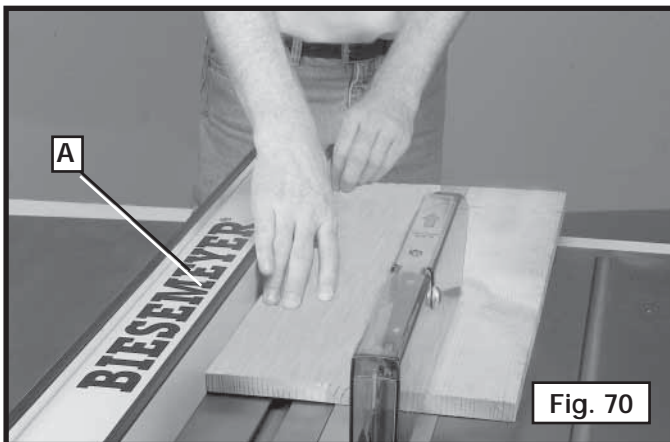

Fig. 70
Le sciage en long, (fig 70), est l'action de couper totalement une planche dans sa longueur. Le guide longitudinal (A) est utilisé pour positionner et guider l'ouvrage. L'un des bords de l'ouvrage vient s'appuyer contre le guide longitudinal tandis que le côté plat de la planche repose sur la table.
1. Avant de débiter le tronçonnage, lever la lame environ 3,2 mm (1/8 po) de plus que le dessus de l'ouvrage. Démarrer le moteur et avancer l'ouvrage en le tenant vers le bas, contre le guide. Ne jamais se mettre dans la trajectoire de la scie lors d'une opération de sciage en long. Lorsque la largeur de l'ouvrage pour le sciage sur le long est de 15,2 cm (6 po) ou plus, tenir l'ouvrage avec les deux mains et le guider le long du guide sous la lame de la scie (fig. 70). Au cours du sciage sur le long, la force doit toujours être appliquée entre la lame de la scie et le guide. Ne jamais tirer sur l'ouvrage à partir de l'arrière de la table de scie. L'ouvrage doit être alors guidé sous la lame de la scie avec la main droite. Utiliser seulement la main gauche pour guider l'ouvrage contre le guide. Retirer la main gauche de l'ouvrage à environ 30,5 cm (12 po) de l'avant de la lame. Ne pas guider l'ouvrage avec la main gauche. Maintenir une pression sur la pièce contre le guide et sur la table de la scie. S'assurer d'avoir un dispositif d'appui de sortie approprié pour la pièce. **TENIR LES MAINS ÉLOIGNÉES DE LA LAME DE SCIE.**